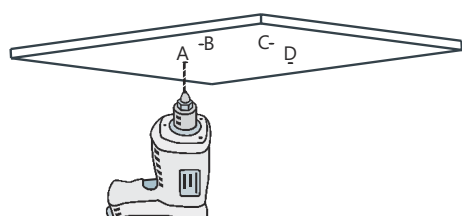

Fig. 9
2. ➔ Bor huller ud til felterne A, B, C og D med Ø10 mm. bor (Fig. 9).